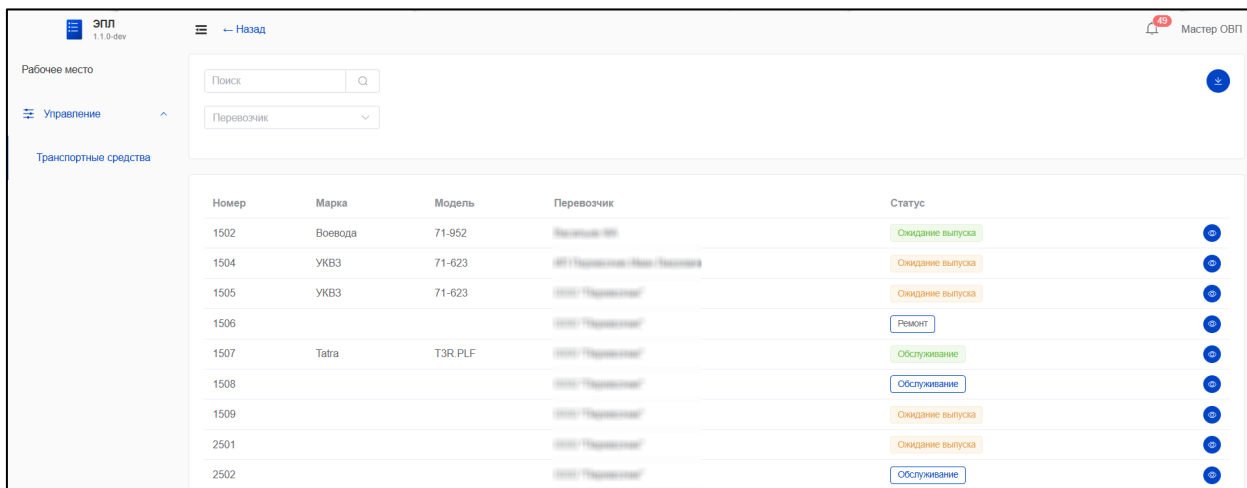

Рисунок 53 - Подраздел «Транспортные средства» в разделе «Управление»
1) В разделе «Управление» выбрать подраздел «Транспортные средства» (Рисунок 53).